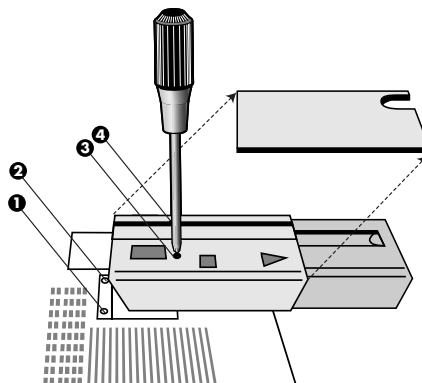

Figure S.2
4. Enlevez le couvercle des câbles. Enlevez les 4 vis fixant le moniteur au support et retirez l'ensemble support (**figure S.2**). Vous pouvez à présent modifier le montage du moniteur.